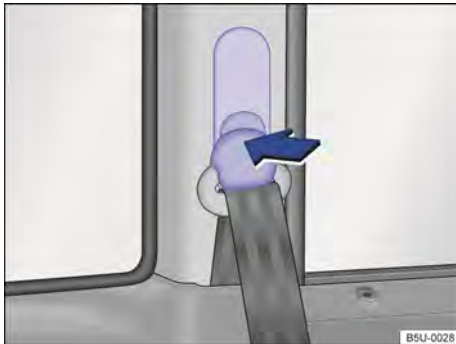

Fig. 32 Ao lado dos bancos: regulagem de altura do cinto de segurança.
- Pressionar o dispositivo regulador no sentido da seta e mantê-lo pressionado → Fig. 32.